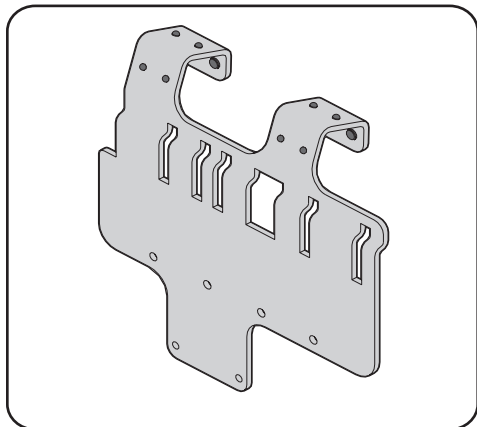

Figure 4-5
1. En vous aidant de la Figure 4-5 et du tableau ci-dessous, localisez l'orifice de montage approprié sur le support de montage de votre tracteur :